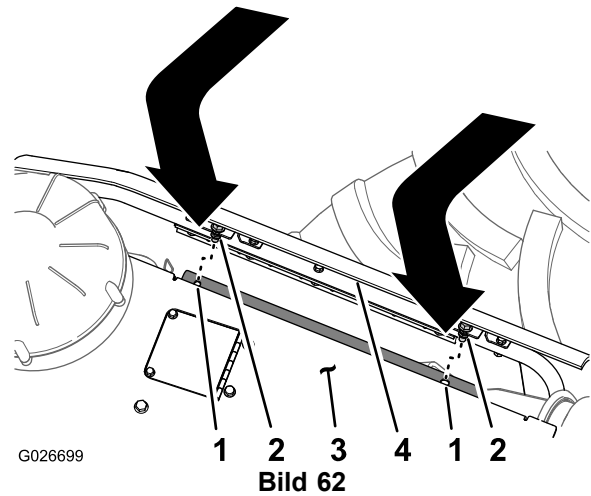

Bild 62
2. Fluchten Sie die Befestigungsschraube oben an der Seitenplatte mit dem Loch im Stützflansch der Motorhaubenplatte aus (Bild 62).